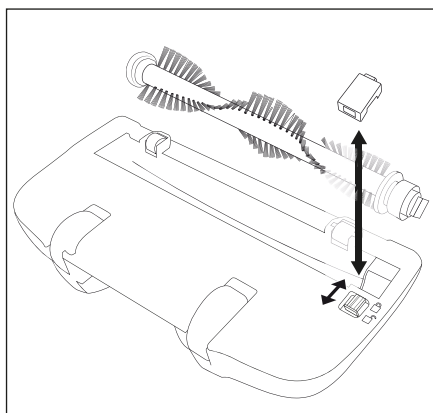

Fig. 5
- 2) Glissez le verrouillage sur le cache en direction de l'icône  et retirez le cache (fig. 5).
- 3) Retirez le rouleau brosse ⑭.
- 4) Éliminez les saletés (des deux côtés des poils) et nettoyez le rouleau brosse ⑭. Prenez pour cela un chiffon humide et essuyez de l'intérieur vers l'extérieur chaque paquet de poils.
- 5) Pour remettre en place le rouleau brosse ⑭, glissez tout d'abord l'extrémité large sur l'arbre d'entraînement de manière à ce que le rouleau brosse ⑭ s'y enclenche.
- 6) Glissez ensuite l'autre extrémité dans le logement de manière à ce que le rouleau brosse ⑭ se trouve droit dans la buse de sol.
- 7) Remettez le cache en place et verrouillez-le jusqu'à ce qu'il s'enclenche. Le cache s'enclenche lorsque le verrouillage glisse automatiquement en direction  (fig. 5).